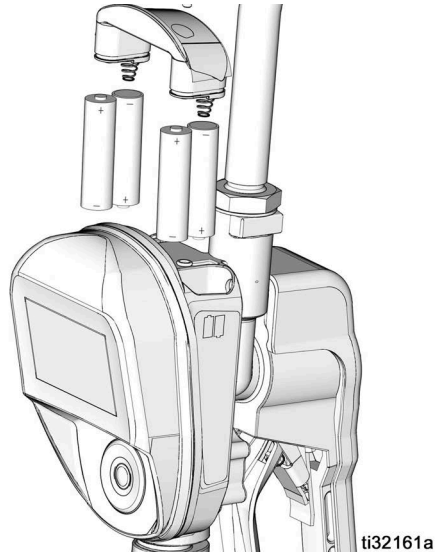

FIG. 48
- Var noga med att följa korrekt polaritet som visas på installationsetiketterna som sitter på vardera sida av doseringsventilen när du sätter i batterier i batterifacket (FIG. 48).
4. Sätt i fyra nya batterier. Se etiketterna på vardera sida av höljet och FIG. 48 för hur batterierna ska riktas.